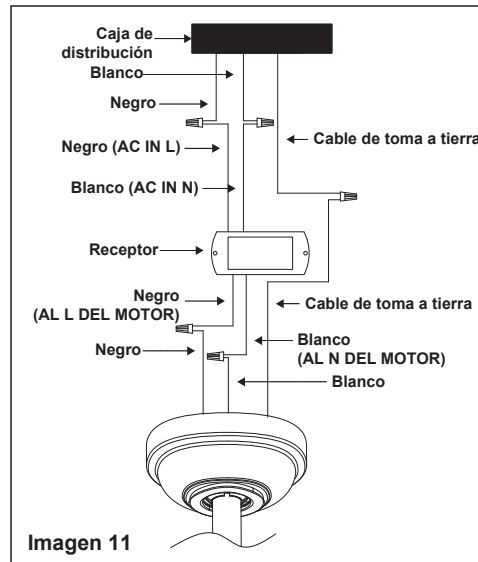

Imagen 11
**Paso 1.** Conexiones eléctricas del motor al receptor: Conecte el cable negro del ventilador al cable negro del receptor. Conecte el cable blanco del ventilador al cable blanco del receptor. (Imagen 11)
**Paso 2.** Conexiones eléctricas del receptor a los cables de alimentación de la casa: Conecte el cable negro (caliente) del techo al cable negro marcado "AC IN L" del receptor. Conecte el cable blanco (neutro) del techo al cable blanco marcado "AC IN N" del receptor. (Imagen 11)
**Paso 3.** Conexión de los cables a la toma de tierra: Conecte el cable de TIERRA de la casa a los cables VERDES del conjunto del motor y de la placa de montaje. (Imagen 11)